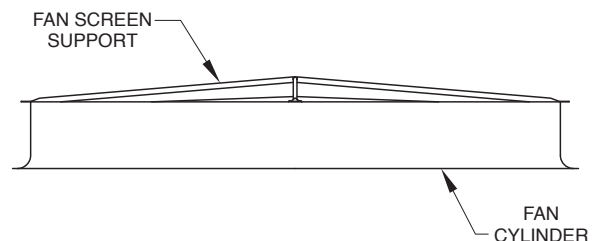

Abb. 24 – Montage des Stützrahmens
1. Platzieren Sie den Stützrahmen oben auf dem Ausblaszylinder (siehe Abb. 24).